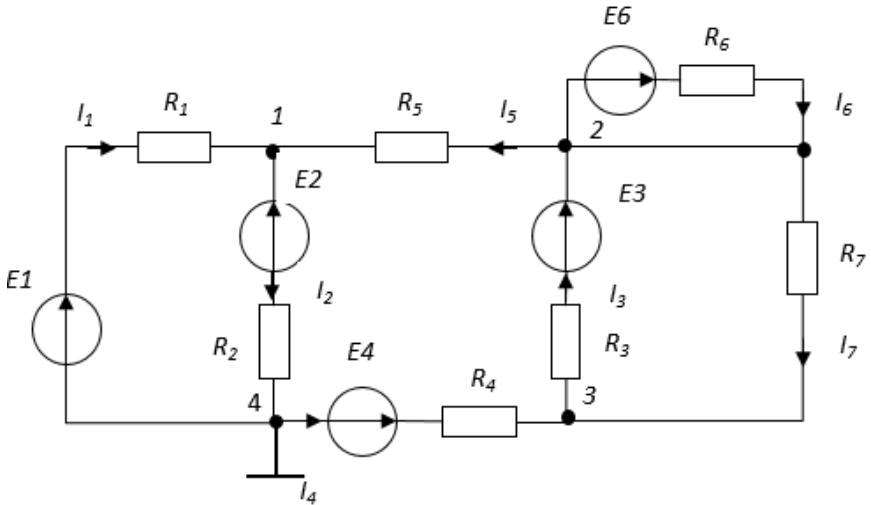

Рис.9. Схема сложной цепи постоянного тока
**2. Расчет электрической цепи методом узловых потенциалов (рис.9)**